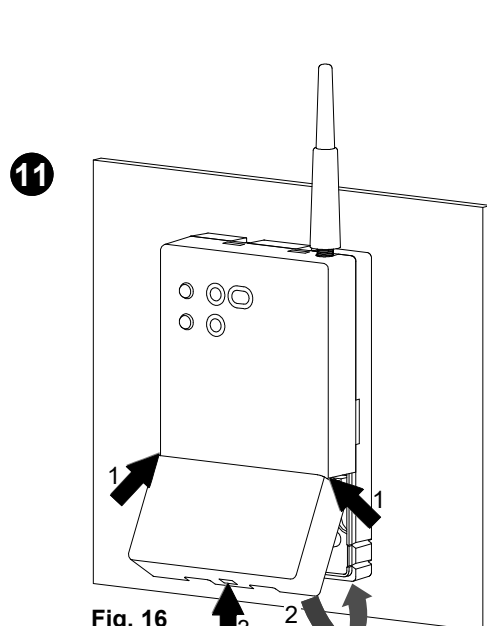

Fig. 16
- 11 Posizionare il coperchio cavi sulla base e ruotarlo verso la base; spingere verso l'interno la linguetta plastica posta sulla parte inferiore della base ed esercitare una pressione che faccia scattare la linguetta plastica di fissaggio all'interno del foro sul lato inferiore del coperchio cavi (Fig. 16).